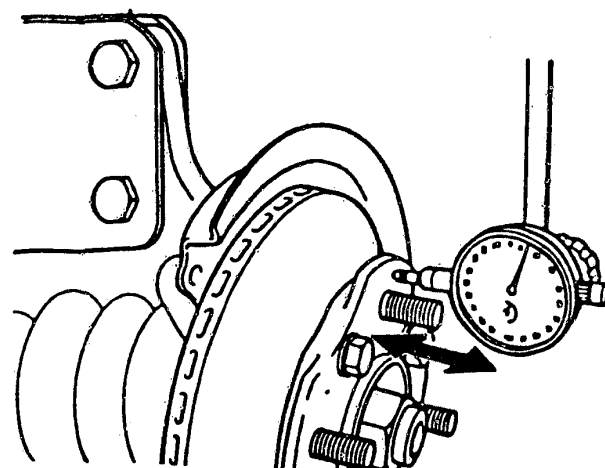

Bild 54 Mit einer Tastuhr ist das Axialspiel an der Radnabe zu ermitteln, das maximal 0,2mm betragen darf.
b) Die **Radlager** sind fest eingepresst und können nicht eingestellt werden. Das Axialspiel an der Radnabe (Bild 54) darf maximal 0,2mm betragen. Um das Radlager auszuwechseln muss die Radnabe mit einem Spezialwerkzeug abgepresst und von dieser die Bremsscheibe abgenommen werden. Danach lässt sich der innere Laufring des äusseren Lagers aus der Nabe pressen.